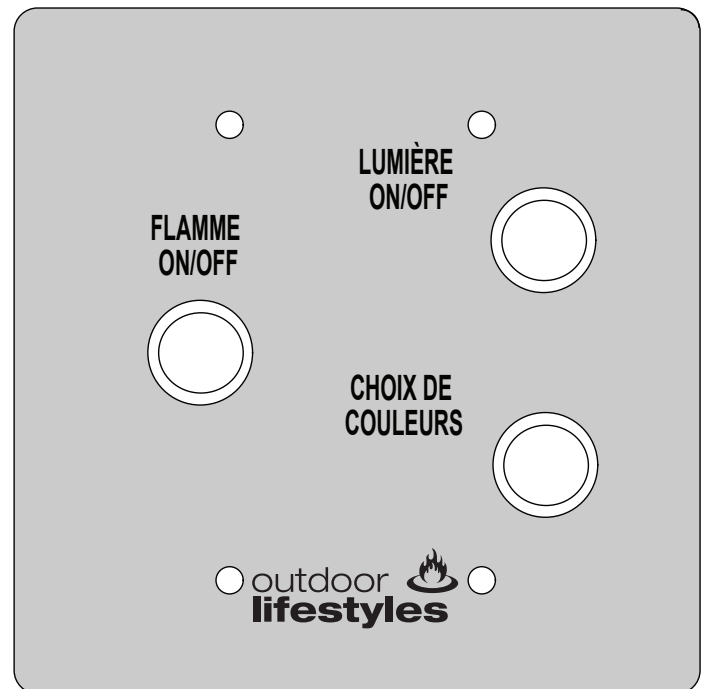

Figure 3.3. Interrupteur mural
L'appareil de la série Lanai est livré avec un interrupteur à bascule et deux (2) boutons muraux . Voir la figure 3.3